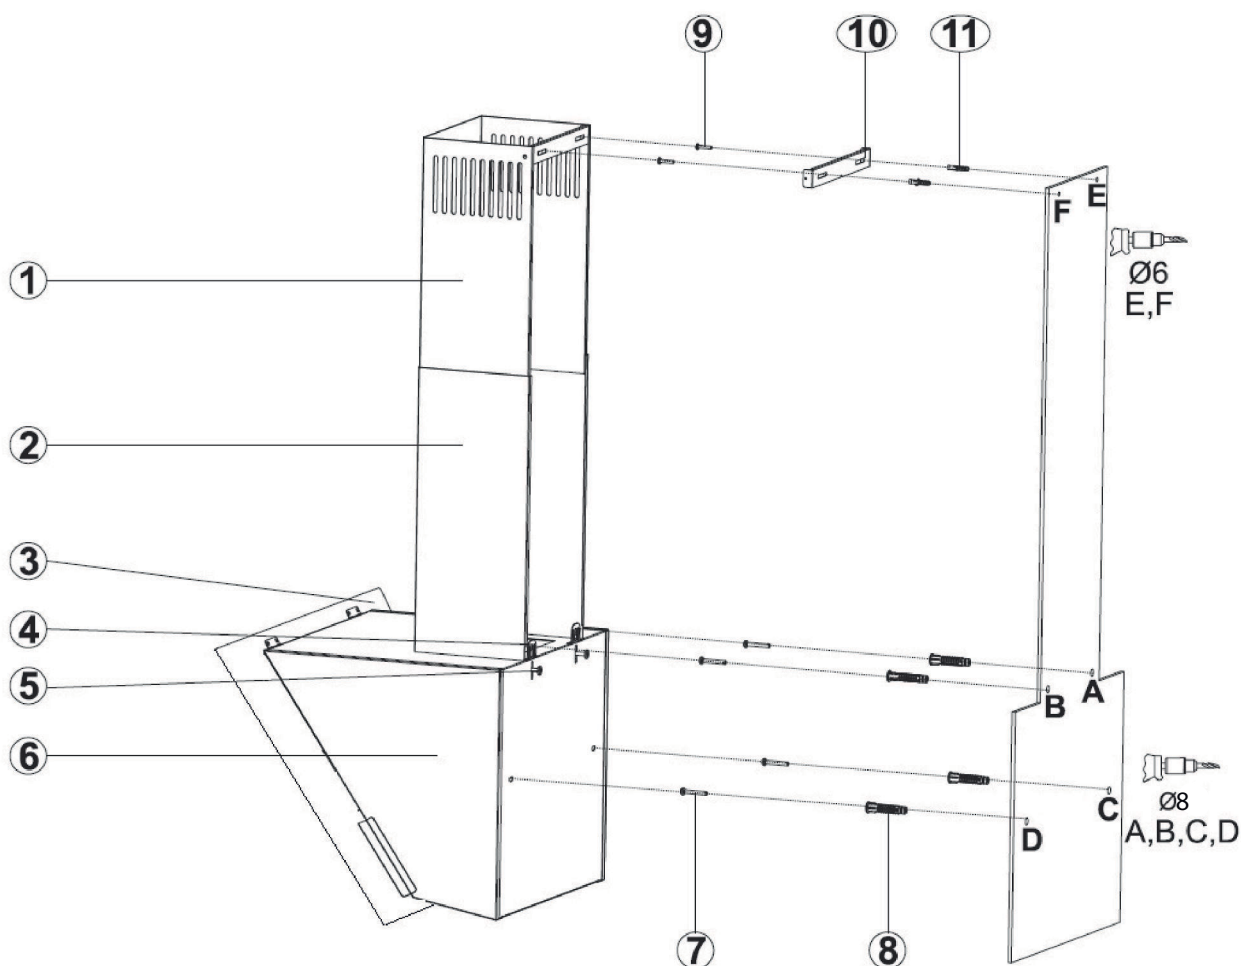

Fig. 10
1. ➔ Lossa skruvarna (5) till upphängningsbeslagen (4) och dra upp upphängningsbeslagen (4). Skruva därefter åt skruvarna för att fästa upphängningsbeslaget (Fig. 10).
2. ➔ Montera fläkten med hjälp av monteringsritningen. Håll monteringsritningen mot väggen vid den rekommenderade installationshöjden. Borra hål i punkterna A, B, C & D (Fig. 10).
3. ➔ Placera Ø10mm pluggar (8) i de borrarade hålen vid A-, B-, C- och D, och skruva i skruvarna till A + B med 5mm mellanrum mellan skruvhuvudet och väggen (Fig. 10).
1. ➔ Håll väggbeslaget för skorstenen (10) mot väggen där den ska placeras. Markeras vid punkterna E & F (Fig. 10).